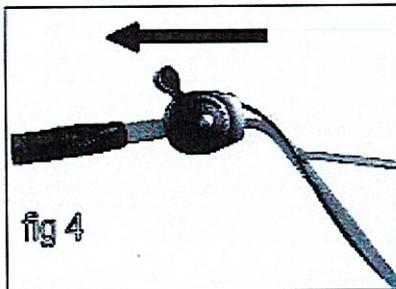

fig 4
- Décélérer au maximum et pousser le levier d'accélérateur sur la position « stop ». (fig. 4)